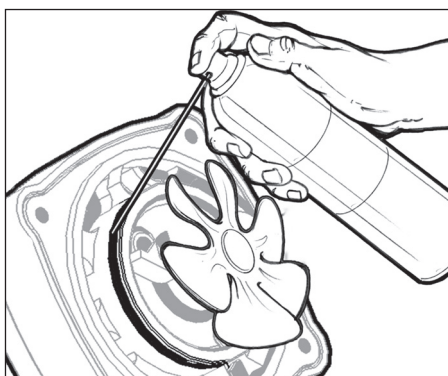

Figura 7
3. Rocíe la culata del cilindro con limpiador desengrasante. Deje que la suciedad y los restos se escurran sobre un trapo o paño (vea la Figura 7).